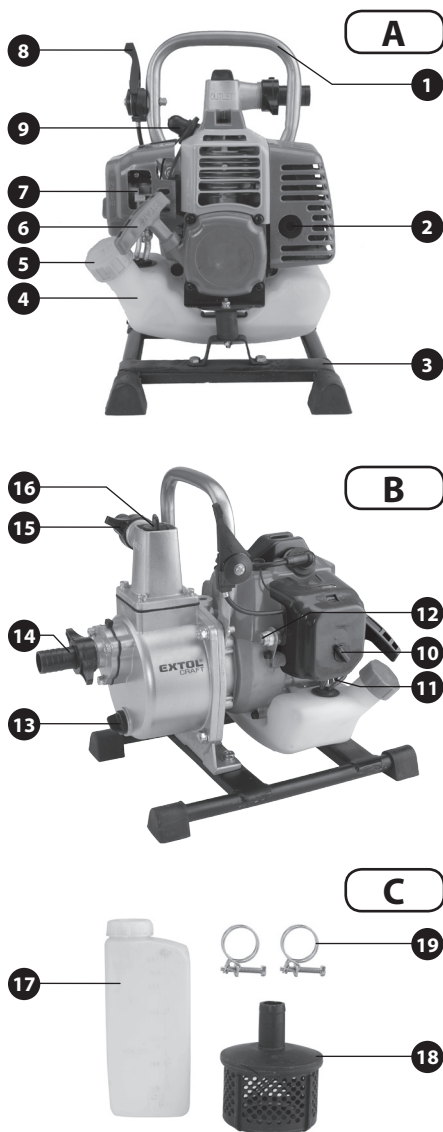

Abb. 1
- Schlauchschellen zur Befestigung vom Saug- und Ablassschlauch an den Schlauchanschlussstutzen und Messbehälter zur Messung des Benzinmenge für die Zubereitung des Benzin-Öl-Gemischs werden der Pumpe mitgeliefert, wie beim Modell 414502 auf der Abb. 1 C.
- Setzen Sie in den Eintritt des Sauglauches immer den Saugkorb ein (Abb. 1 C, Position 18). Der Saugkorb verhindert das Ansaugen von groben mechanischen Teilen und Gegenständen in den Schlauch und somit eine Verstopfung vom Schlauch oder das Fressen der Pumpe. Sollte sich im Falle der Pumpe 414502 die Saugtiefe im Bereich von 3-8 m bewegen, installieren Sie am Schlaucheintritt einen Saugkorb mit Rückschlagklappe, siehe Kapitel Technische Daten, Absatz 2). Die Pumpe 414503 braucht zwar zum Erreichen der Saugtiefe von 8 m keine Rückschlagklappe, es ist jedoch darauf hinzuweisen, dass der Durchfluss er gepumpten Flüssigkeit niedriger sein wird. Um den Durchfluss zu erhöhen, kann aber ein Saugkorb mit einer Rückschlagklappe benutzt werden.